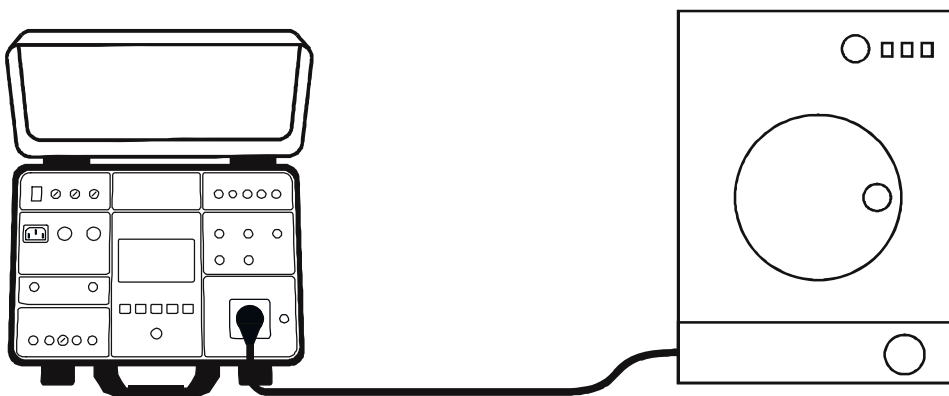

Fig. 74: Connexion de l'UUT en mesure ILEAK, mode PRISE
7. Connecter l'UUT à la prise schuko comme il est montré dans la Fig. 74